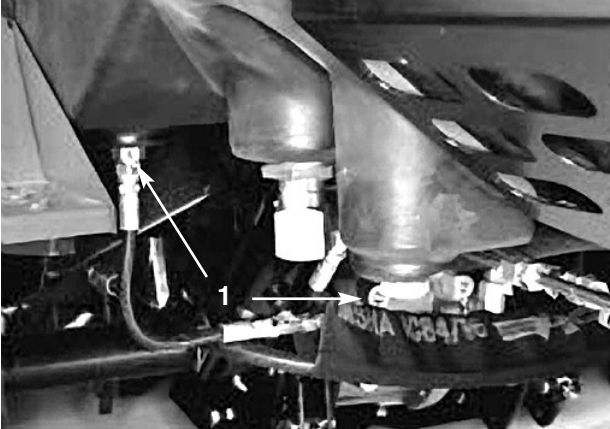

Bild 36
2. Entfernen Sie die Verschlusschraube an der Rückseite des Ölbehälters und die Hydraulikleitung von der Vorderseite des Behälters (Bild 36) und lassen das Hydrauliköl in ein Auffanggefäß ab. Schrauben Sie die Verschlusschraube wieder fest ein und montieren die Hydraulikleitung, wenn kein Öl mehr ausströmt.